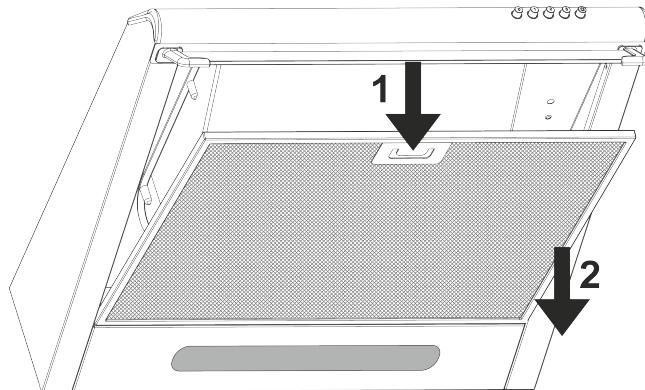
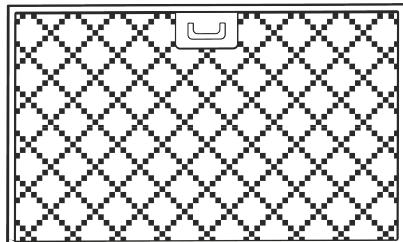

Рис. 8
Рис. 10
Для зняття алюмінієвого фільтра (**рис.8**) слід натиснути на пружинну **засувку 1** на фільтрі і **потягнувши на себе вниз 2**, зняти його. Установка фільтра виконується у зворотному порядку.
- зняти алюмінієвий фільтр **1** (**рис.8**), формат фільтрів показано на (**рис.10**);